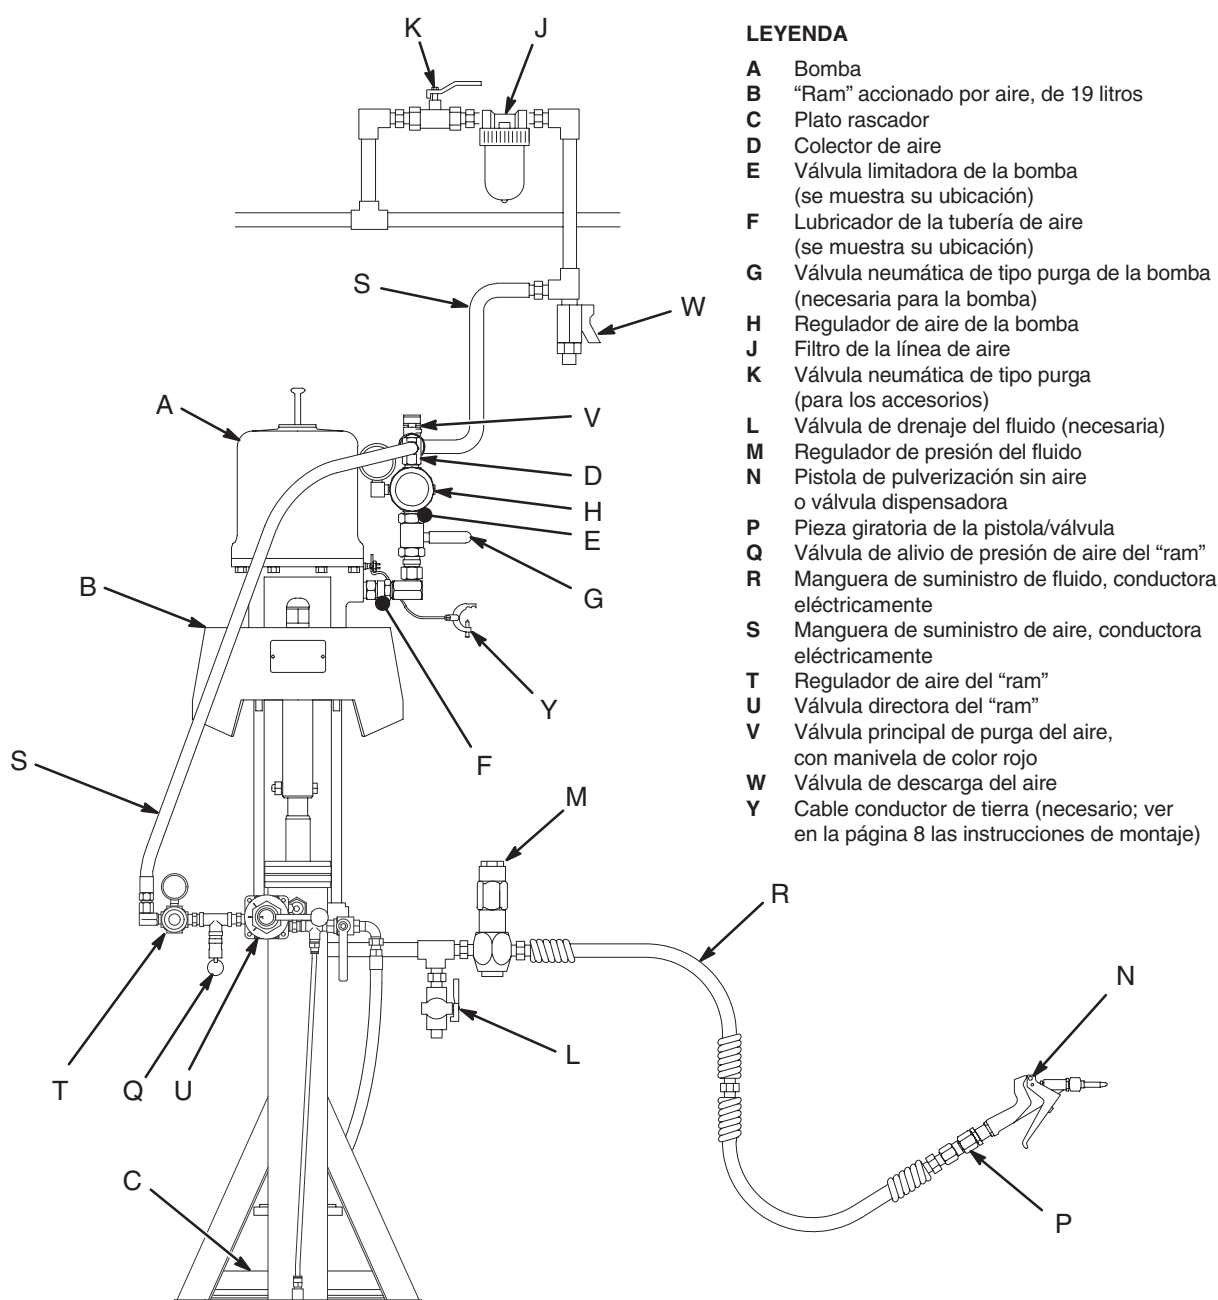

Fig. 1
La Fig. 1 se ofrece sólo como guía para la selección y la instalación de los componentes y accesorios del sistema. Contacte con su distribuidor Graco para obtener ayuda en el diseño de un sistema adecuado a sus necesidades personales.
Instale los siguientes accesorios en el orden indicado por la Fig. 1, utilizando adaptadores donde sea necesario:
Instale los siguientes accesorios en los lugares indicados por la Fig. 1, utilizando adaptadores donde sea necesario:
- Instale **una válvula de drenaje de fluido (L)** en una Te próxima a la salida de fluido de la bomba. La válvula de drenaje es necesaria en su sistema para aliviar la presión de fluido en la base de bomba, la manguera y la pistola/válvula (vea la **ADVERTENCIA** de la página 6). Instale con la válvula de drenaje dirigida hacia abajo, pero de forma que la manivela esté dirigida hacia arriba cuando la válvula esté abierta.
- **Un regulador de fluido (M)** que controla la presión de fluido a la pistola/válvula, y amortigua las subidas de presión.
- **Una pistola o válvula dispensadora (N)** dispensa el fluido. La pistola ilustrada en la Fig. 1 es una pistola dispensadora de alta presión para fluidos de alta viscosidad.
- **Una pieza giratoria para la pistola/válvula (P)** permite el libre movimiento de la pistola/válvula.
Si va a montar la bomba en un "ram" (B), consulte el manual suministrado con el "ram" para obtener las instrucciones de instalación y funcionamiento. El "ram" mostrado en la Fig. 1 está diseñado para latas de 19 litros, y se utiliza con un plato rascador (C). El "ram" mostrado incluye un regulador de aire (T). También requiere una manguera de suministro de aire (S) y un colector de aire (D), que divide el suministro principal de aire en dos líneas independientes para la bomba y para el "ram".
3. Vea la Fig. 1. Cierre el regulador de aire de la (H) de la bomba.
4. Abra la válvula de purga principal de aire (V), con manivela de color rojo, y la válvula neumática de tipo purga (G) de la bomba.
5. Sujete firmemente una pieza metálica de la pistola/válvula (N) contra el borde de una lata metálica con conexión a tierra y dispare la pistola.
6. Abra lentamente el regulador del aire (H) hasta que la bomba comience a funcionar.